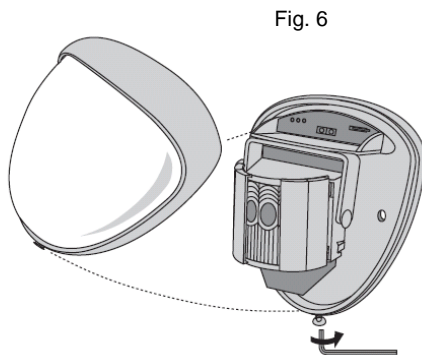

Fig. 6
5) Une fois l'alignement du détecteur effectué selon les contraintes de l'installation, remettre en place et bloquer la protection frontale comme indiqué sur la figure. **Voir Fig. 6.**